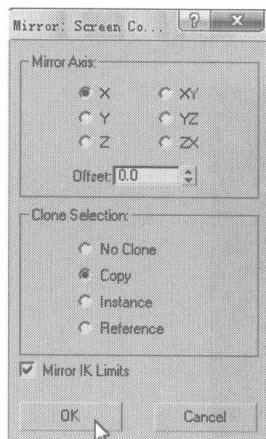
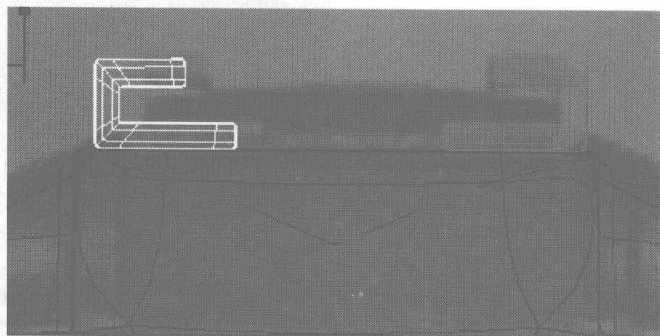

图 6.268
图 6.269
- 23** 在 Back 视图中选择该物体，在工具栏中单击 按钮，在弹出的对话框中设置镜像参数，如图 6.268 所示，并沿 X 轴向右移动，如图 6.269 所示，然后将这两个物体合并为一个物体。